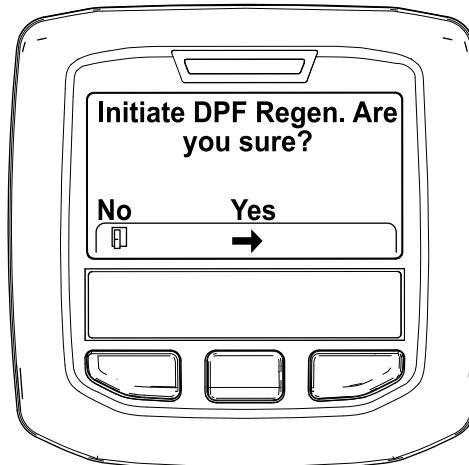

Figura 31
- Quando surgir a mensagem "Initiate DPF Regen. Are you sure?" (Iniciar Regen. DPF. Tem a certeza?), prima o botão central (Figura 31).